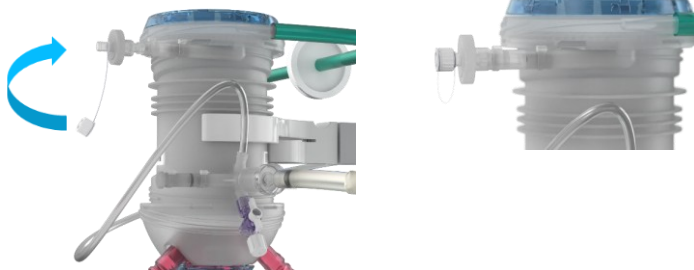

Figura 23 Coloque a tampa na saída de purga de ar
- Coloque a tampa branca no oxigenador. (Figura 23).